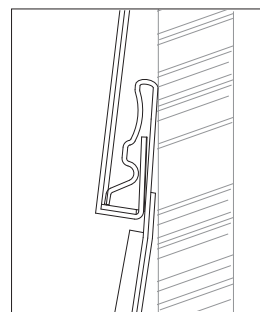

図3.上向きに押しつけてしっかりかみ合わせる。
- ③2~3段ごとに本体上部に水平器をあて、本体が水平に施工されているかどうかを必ず確認して下さい。
- ④本体を上下に嵌合させる際は、上と下の本体がしっかりかみ合うまで一旦上の本体を下から上に向かって押し上げて下さい(図1~図3)。次に、上の本体を無理に引っ張ったり押し付けたりせず、自然に本体の下端が下の本体の上端に乗るように置いて下さい(図4)。その後、本体の取り付け位置が、上下左右とも定まってからビスを留めて下さい。